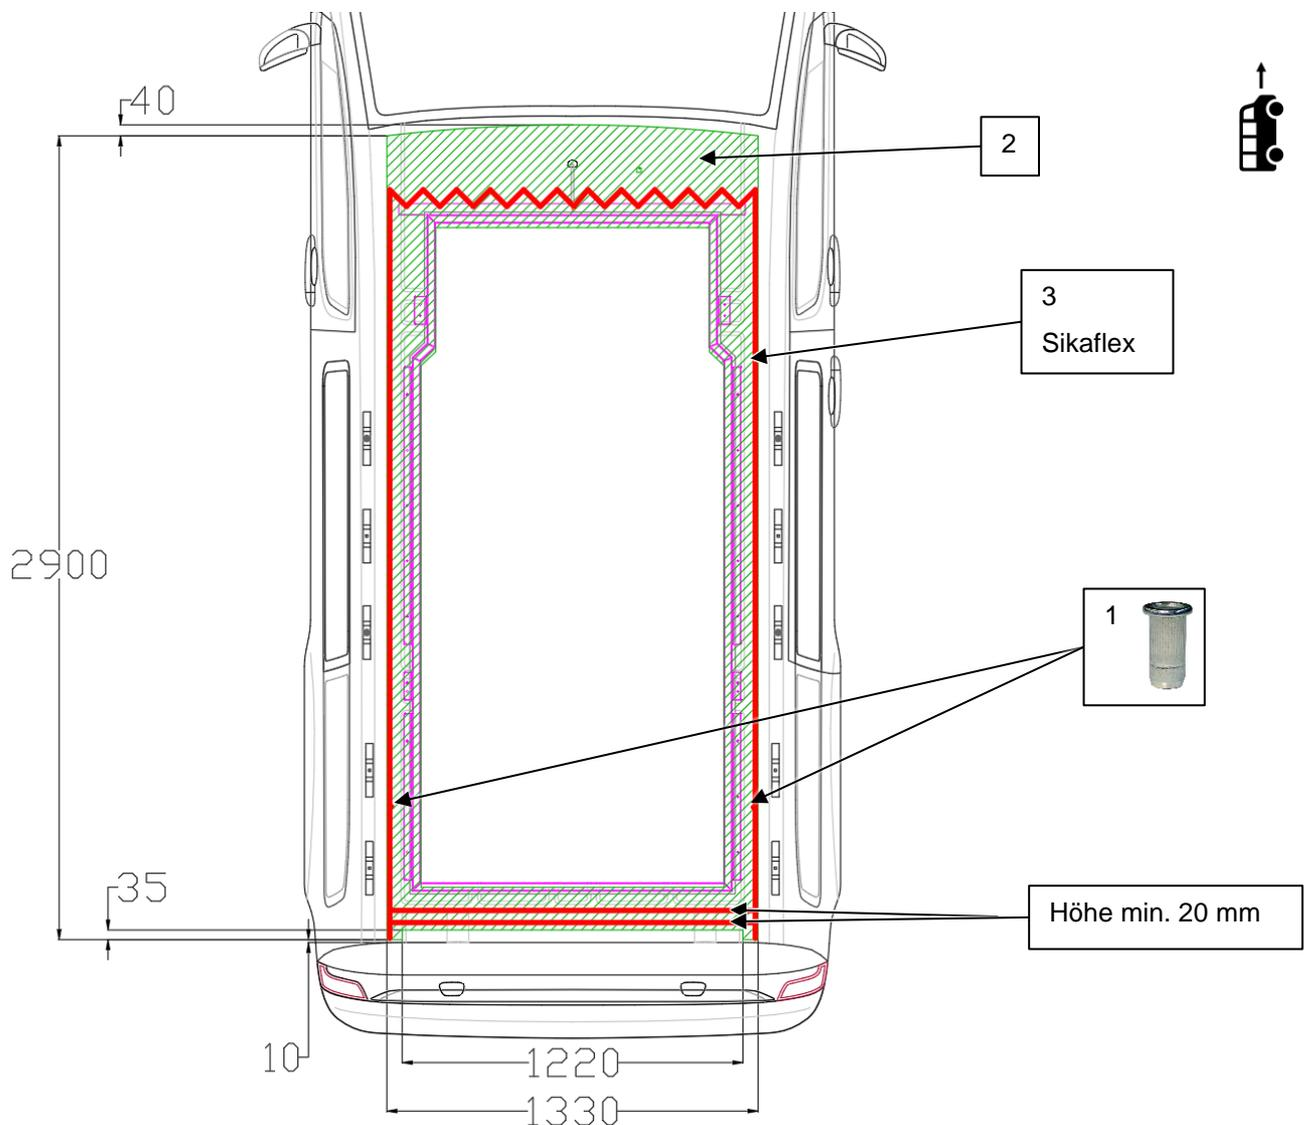
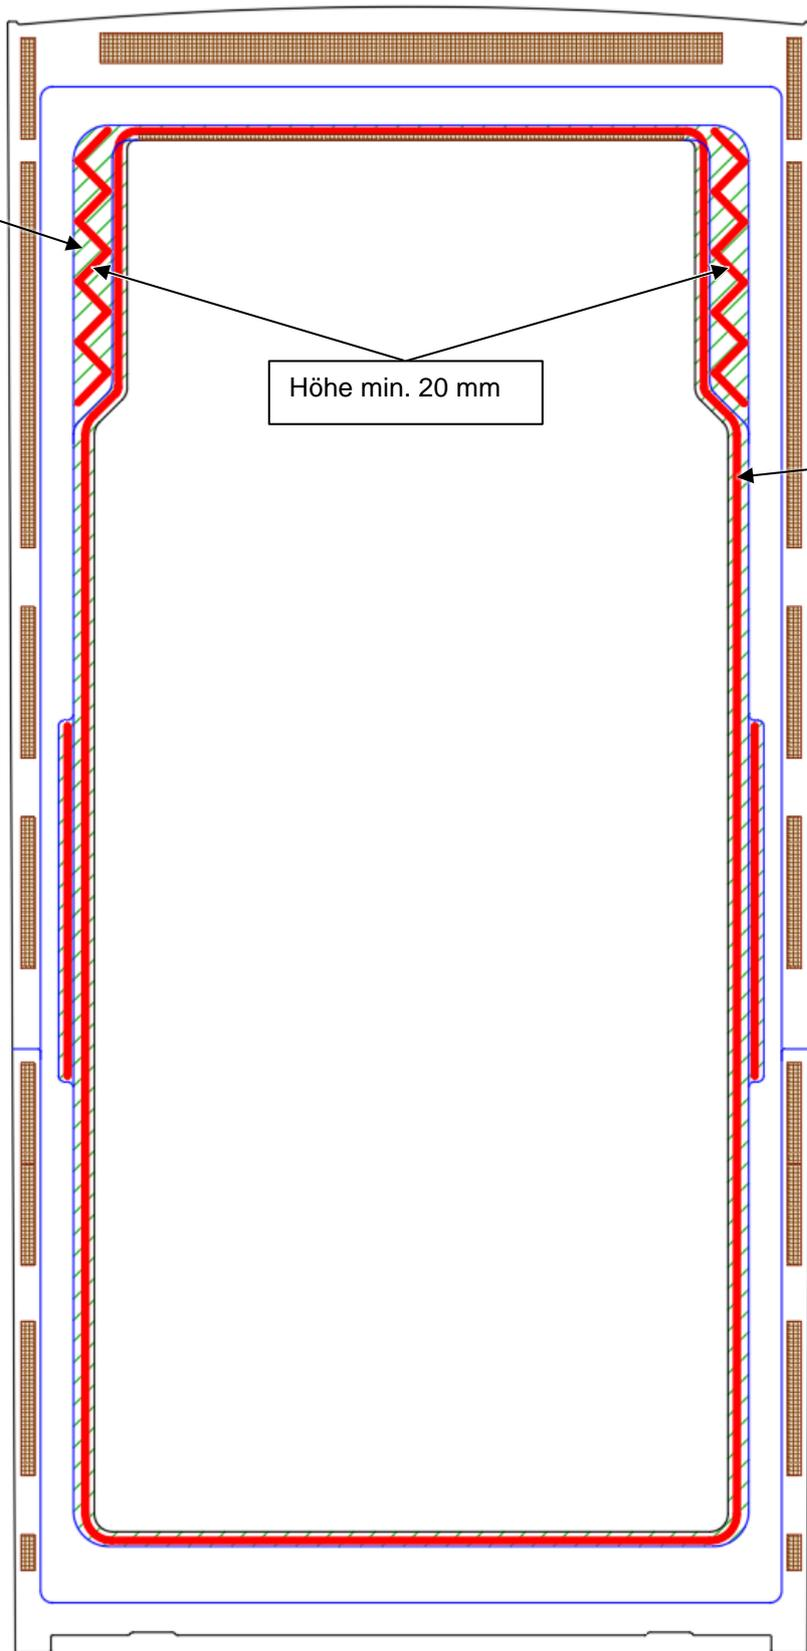

Abb. 5-1: Verklebebereich und Sikaflexauftrag auf dem Fahrzeugdach [A0003986]
Abb. 5-2: Verklebebereich und Sikaflexauftrag auf den EasyFit-Rahmen [A0003986]
- Die Einnietmutter zur Scherenbefestigung in die vorbereiteten Löcher einsetzen (s. Abb. 5-1, 1)
- Das Fahrzeugdach (s. Abb. 5-1, 2) und den EasyFit-Rahmen (s. Abb. 5-2, 1) im Verklebebereich vorbereiten:
- Auf dem Fahrzeugdach (s. Abb. 5-1, 3) in der Regenrinne sowie quer vor und hinter dem Dachausschnitt
- Am EasyFit-Rahmen (s. Abb. 5-2, 2) auf der Bettebene